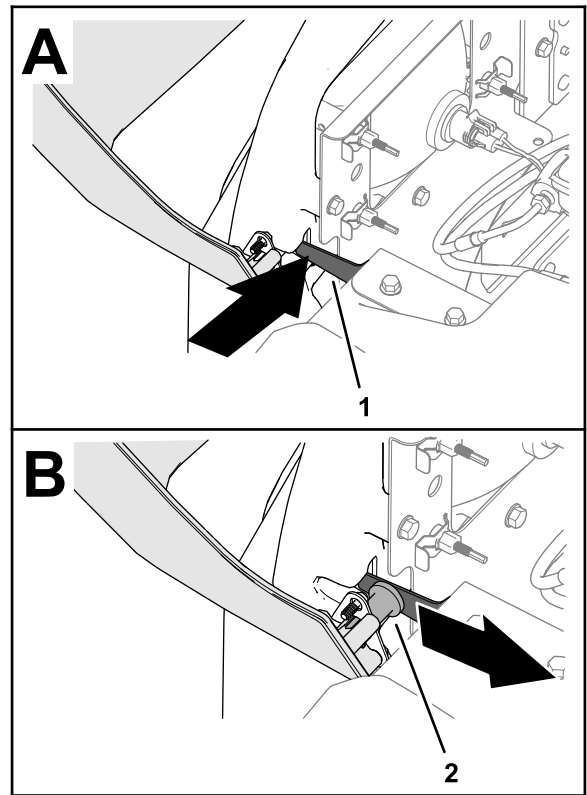

Figure 41
3. Tout en soutenant le capot, poussez le verrou de pivot vers l'intérieur et déplacez le capot vers l'arrière jusqu'à ce que l'axe de chape passe le verrou (Figure 41).